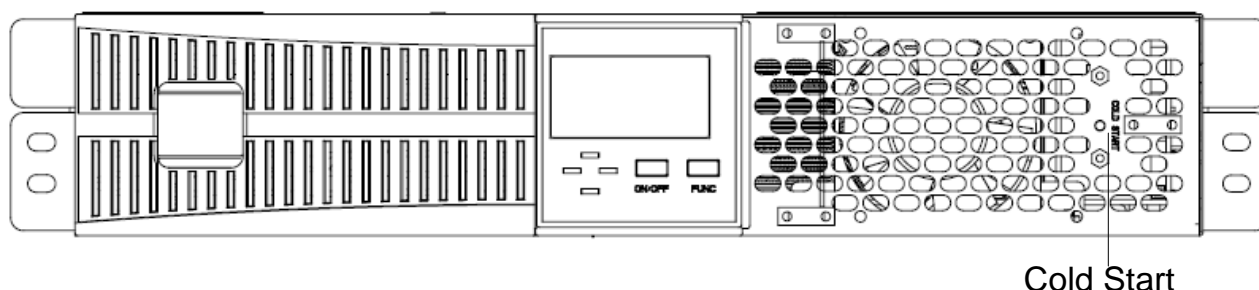

Рис. 4-1: Кнопка Холодного Запуска
- 3) Нажмите кнопку холодного запуска для включения ИБП, как показано на рис.4.1. Нажмите кнопку "ВКЛ / ВЫКЛ" в течение 2,5 с, когда зуммер включен.